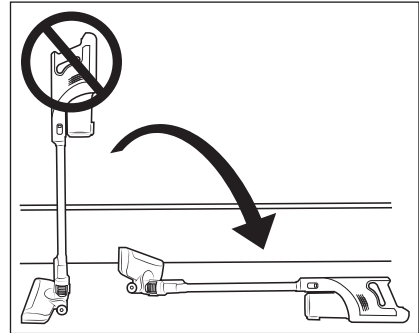

Abb. 9
- Versuchen Sie nicht den Staubsauger aufrecht hinzustellen, wenn Sie ihn zwischenzeitlich abstellen oder aus der Hand legen wollen. Setzen Sie den Staubsauger dafür in die Wandhalterung **18** oder legen Sie ihn auf den Boden (siehe Abb. 9 und 10). Der Staubsauger kann ansonsten aufgrund seines hohen Schwerpunkts umkippen und beschädigt werden und unter Umständen beim Umkippen weitere Gegenstände beschädigen.